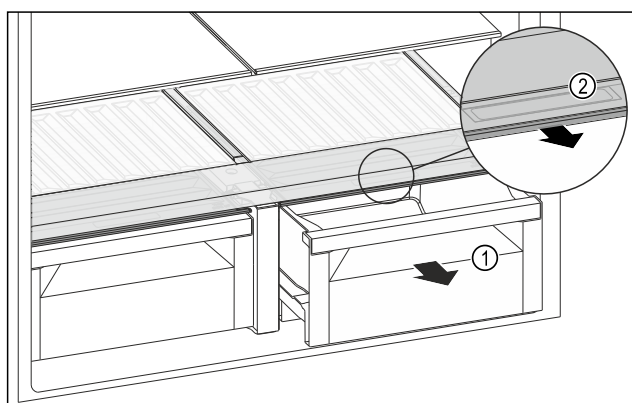

Fig. 138
- ▶ Schubfach Fig. 138 (1) herausziehen.
- ▶ Griffmulde Fig. 138 (2) am Fachdeckel anfassen und Fachdeckel gleichzeitig nach vorne ziehen.